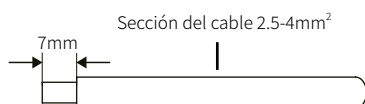

Fig. 17. Pelado del extremo del cable.
b. Pelar 7 mm. del manguito de aislamiento del cable de DC, tal como se muestra en la Fig. 17: